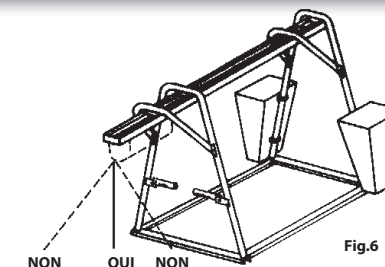

Fig.6
2. Il est absolument interdit d'utiliser le treuil pour des tractions obliques par rapport à la verticale (fig.6)